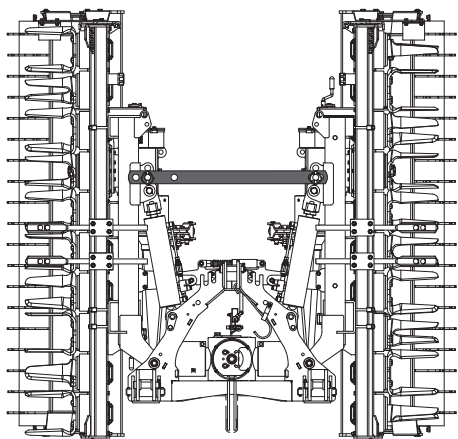

FIG. 36 Stange für den Transport eingesetzt
- Sicherheitsstange korrekt zwischen den zwei Eggenkörper eingesetzt (Fig. 36):
- Die Sicherheitsstange zwischen den zwei Eggenkörper einsetzen (Fig. 36)